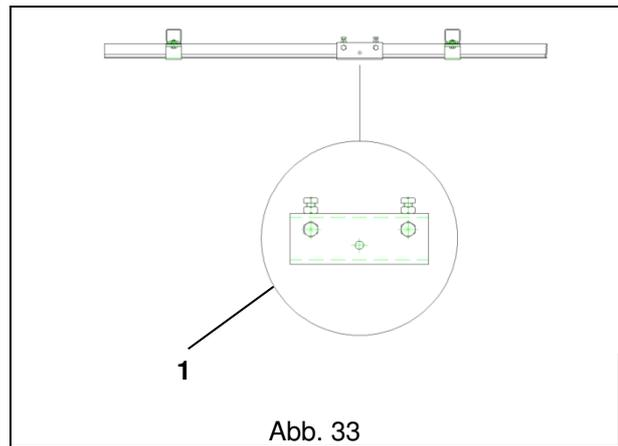

Abb. 33
- Die Leitung mit allen Stücken des Kanals mit den Verbindungen **1** fertigstellen (die Kanäle haben eine Länge von 2000 bis 3000 mm) (Abb. 33).